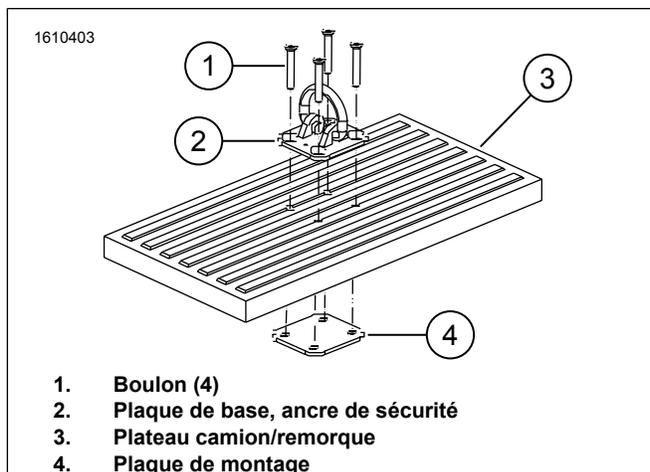
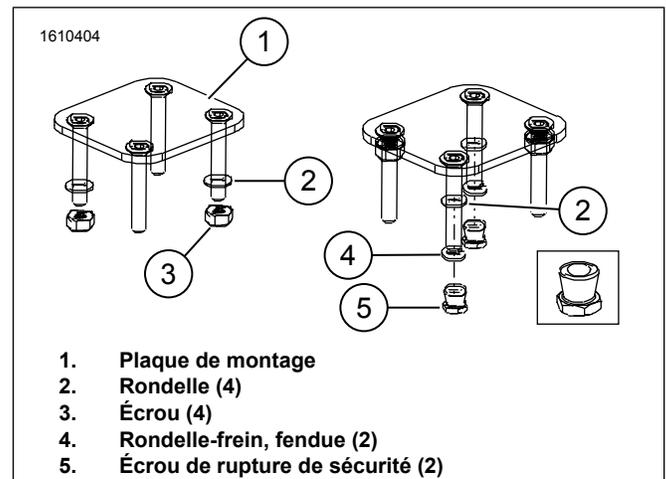

Figure 3. Installation de l'ancre de sécurité sur le plancher d'un camion ou d'une remorque
Figure 4. Installation de la plaque supérieure
11. Voir la figure 3. Installez la plaque de base (3) et quatre boulons à tête hexagonale (1).
12. Voir Figure 3 et Figure 4. Installez la plaque de montage (4) sur la face inférieure du plancher du camion ou de la remorque.
13. Installez la rondelle (2) et l'écrou de serrage (3). Serrer jusqu'à immobilisation.
15. **Pour une installation permanente/ une protection supplémentaire :** Voir Figure 3 et Figure 4 . Installez la rondelle (2), la rondelle fendue (4) et l'écrou de rupture de sécurité anti-effraction (5) sur les boulons restants.
16. Voir la figure 4. Fixez les boulons tête hexagonale (1) en place avec une clé Allen de 6 mm, serrez tous les écrous de serrage (3) uniformément avec une clé jusqu'à ce qu'ils soient correctement serrés.
17. Voir la figure 4. Serrez les deux écrous de rupture de sécurité anti-effraction (5) en serrant jusqu'à 3 tours chacun jusqu'à ce qu'ils soient bien serrés.
18. Une fois ces écrous serrés, appliquez une force de rotation à la clé jusqu'à ce que les écrous de rupture de sécurité anti-effraction (5) se brisent. Ainsi les écrous sont fixés de manière permanente.